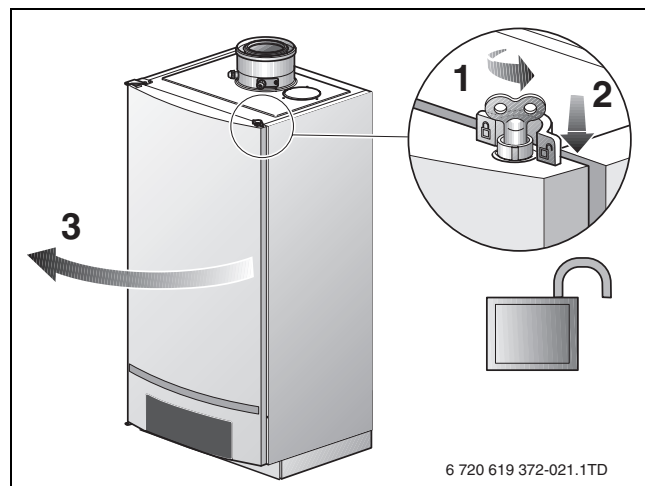

Fig. 29 Aprire il portello della caldaia
- Allentare di un quarto di giro la chiusura del portello della caldaia con la chiave di sfiato (→ fig. 29, zoom).